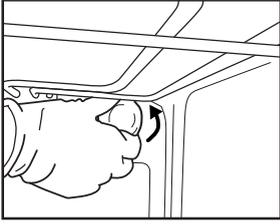
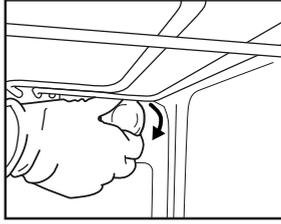

Fig 6
Fig 7
2. Dévissez le couvercle de l'ampoule (Fig. 6), remplacez l'ampoule grillée par une ampoule neuve (voir Remarque pour le type d'ampoule), revissez ensuite le couvercle de l'ampoule (Fig. 7).